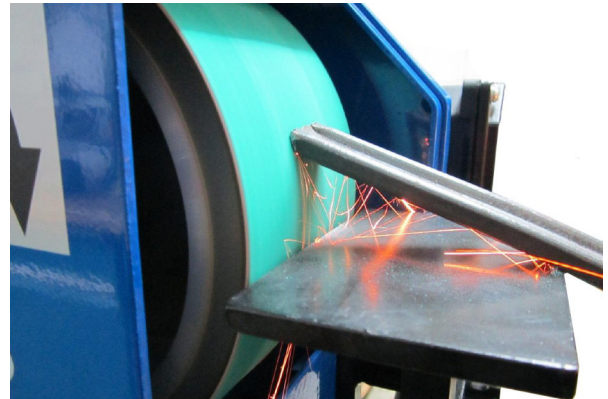

Abb. 22: Funkenflug nach unten bei korrekter Drehrichtung
**ACHTUNG:** Bei korrekter Drehrichtung des Schleifbands muss der Funkenflug nach unten gerichtet sein (Abb. 22)!